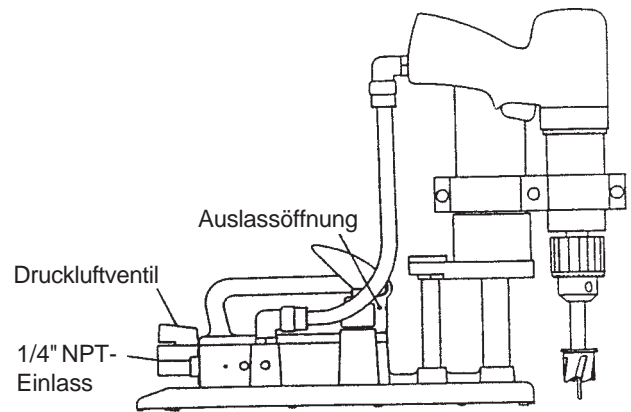

Abb. 5
7. Den 1/4"-NPT-Einlass der 1557 Vorrichtung (Abb. 5) mit einer gefilterten Druckluftleitung mit einer minimalen Weite von 7 mm (5/16") und einem Betriebsdruck von 75-120 psi verbinden.
8. Das Druckluftsteuerventil öffnen (Abb. 5). Das Geräusch entweichender Luft stammt von den Ausströmöffnungen an der Vorderseite des Griffs. DIE AUSSTRÖMÖFFNUNGEN NICHT BLOCKIEREN.